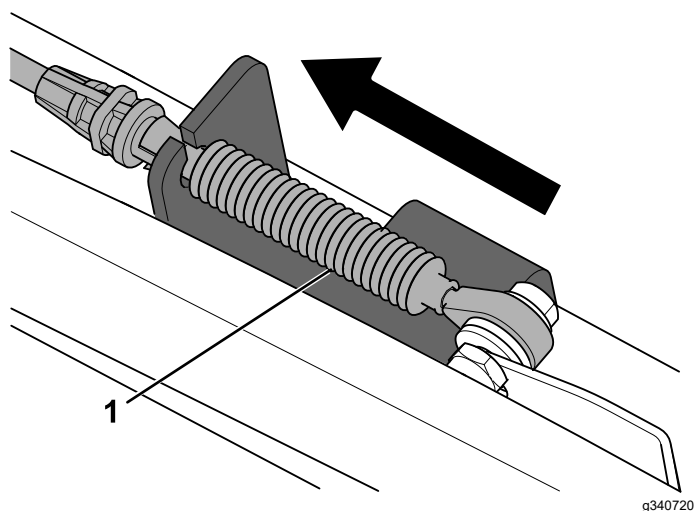

Figura 14
10. Deslice el soporte hacia adelante hasta que el cable esté tensado (**Figura 14**).